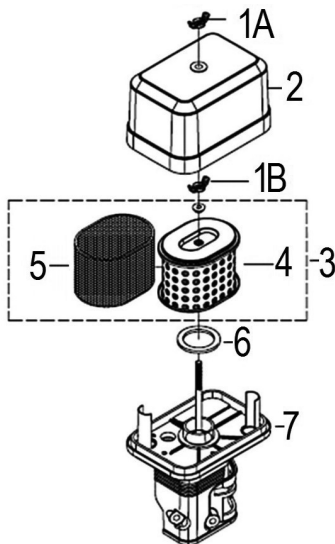

Рис. 20. Обслуживание воздушного фильтра
1. Открутите барашковую гайку 1А и снимите крышку 2 воздушного фильтра (Рис. 20).
2. Открутите барашковую гайку 1В и извлеките из корпуса воздушный фильтр 3 в сборе (Рис. 20).
3. Проверьте целостность и чистоту фильтрующих элементов. Поролоновый (предварительный) фильтрующий элемент 5 установлен на корпусе бумажного фильтрующего элемента 4 (Рис. 20).
4. При незначительном загрязнении промойте поролоновый фильтрующий элемент 5 (Рис. 20) теплым мыльным раствором и просушите. Поврежденный или сильно загрязненный поролоновый фильтрующий элемент замените.
5. Произведите очистку корпуса 7 и крышки 2 воздушного фильтра, не допуская попадания пыли и грязи в воздуховод, ведущий к карбюратору (Рис. 20).
7. Перед установкой воздушного фильтра убедитесь, что уплотнительное кольцо 6 воздушного фильтра находится на месте и не имеет повреждений (Рис. 20).